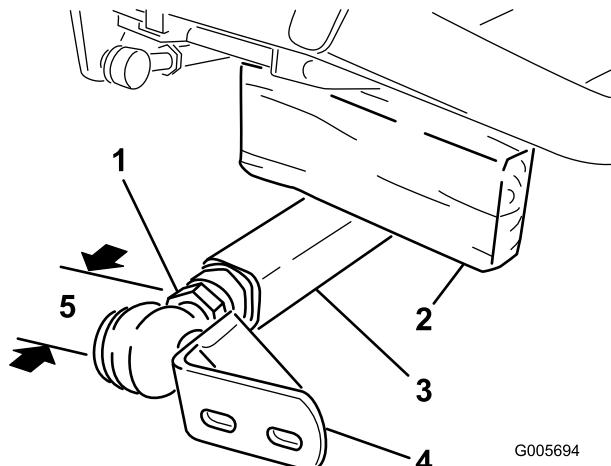

Figura 20
3. Haga que otra persona empuje hacia abajo el brazo de empuje izquierdo. Luego inserte un bloque de madera de 51 x 102 mm entre el bastidor y la parte superior del brazo de empuje (Figura 20). Enrosque la articulación esférica sobre el brazo de empuje izquierdo hasta que el centro de la articulación esférica esté a 60 mm de la parte delantera del brazo de empuje (Figura 20). No apriete la contratuerca.